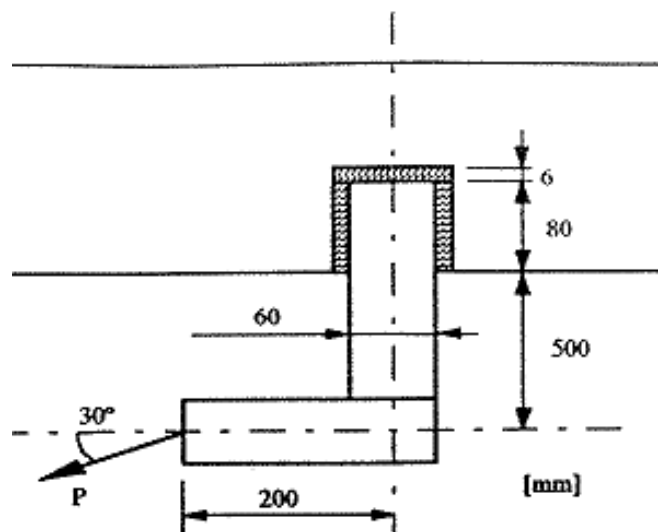

Figura 1.5
1.2.4 O aço da estrutura da Figura 1.5 é um DIN St-60, determine o valor máximo da carga P segundo o Eurocódigo 3.